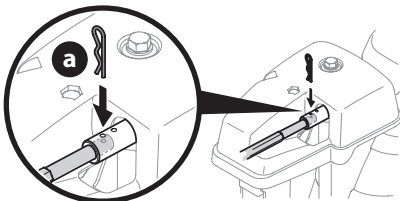

Figure 52
2. Tirez la tige de commande jusqu'à ce que le trou sur la tige s'aligne avec le deuxième trou du raccord de la tige. Voir Figure 52.